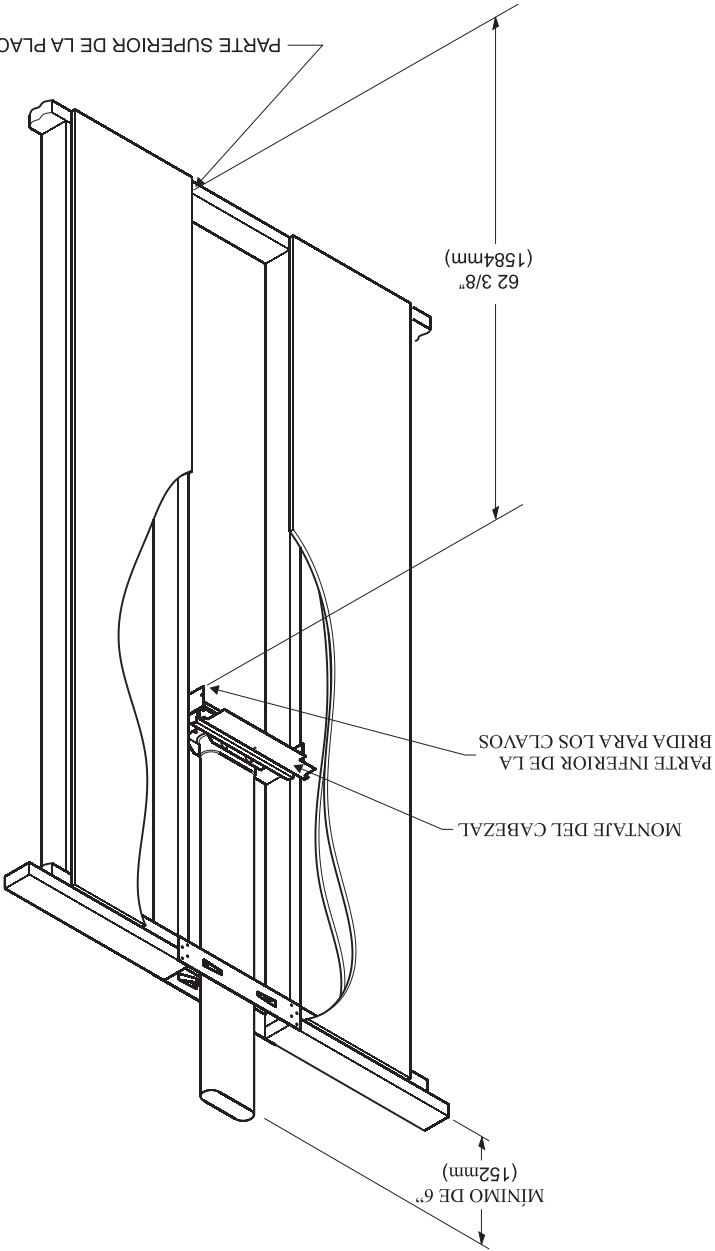

Figura 18
7. Coloque la placa del cabezal a la altura que se muestra en la Figura 18.